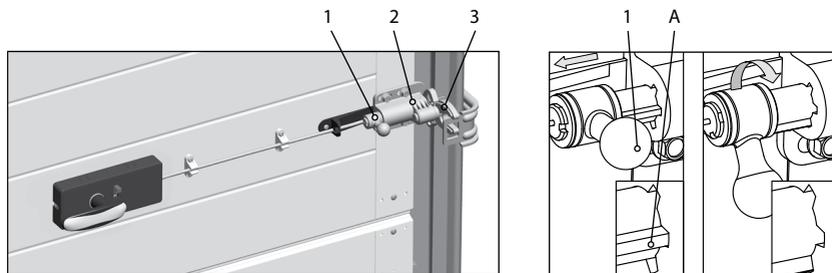

Fig. 3. Passage du dispositif de verrouillage en position déverrouillée de façon permanente
- désolidariser le loquet à ressort (1) du corps (2) et le tourner avant que l'ergot (A) ne se fixe dans une encoche (fig. 3),
- s'assurer de la course libre de la pièce avec fente (3) quelle que soit la position du loquet.